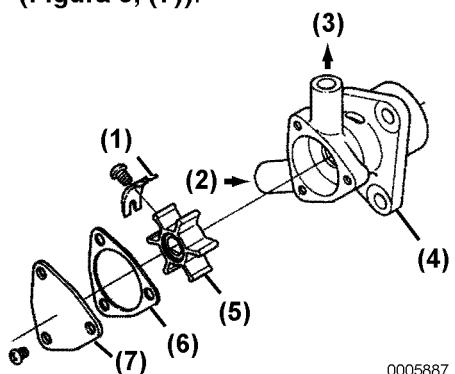

Figura 5
O rotor da bomba de água salgada sofre desgaste e apresenta deterioração com o uso prolongado. Isto reduz a sua capacidade para mover água do sistema de refrigeração através do motor. Inspeccione o rotor da bomba de água salgada nos intervalos de manutenção agendados ou com maior frequência se o volume de descarga de água salgada se apresentar diminuído. Consultar **Figura 5** quando efectuar esta inspecção.
1. Solte os parafusos da cobertura e retire a cobertura lateral da bomba (Figura 5, (7)).